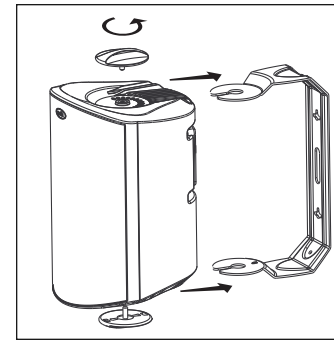

FIGURE 14: Dévissez les boutons pour retirer le support.
12. Pour fixer l'enceinte au support, glissez-la entre les pattes du support. Les rampes intégrées à l'enceinte écarteront légèrement les pattes du support et guideront les extrémités du support jusqu'aux douilles filetées situées aux extrémités de l'enceinte. Un système de rochet tient l'enceinte en place et vous permet d'ajuster son orientation. [figure 14].